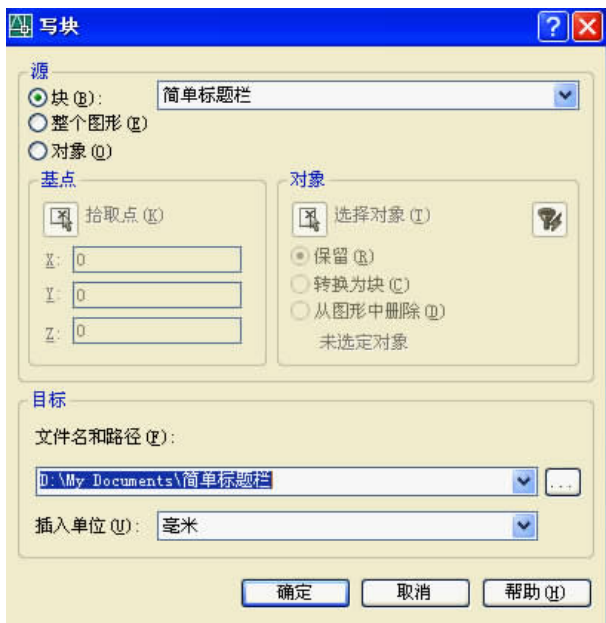

图 7.7 “写块”对话框
- ① 在命令行输入 wblock 命令,回车后,弹出“写块”对话框,如图 7.7 所示。